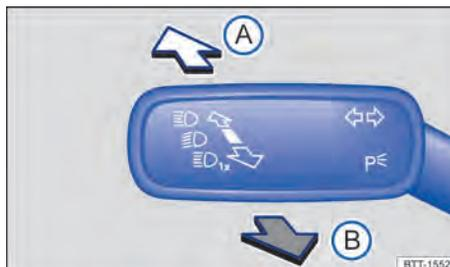

Fig. 86 À esquerda na coluna de direção: alavanca dos indicadores de direção e do farol alto.
- Trazer a alavanca dos indicadores de direção e do farol alto da posição central para a seguinte posição \rightarrow Fig. 86: